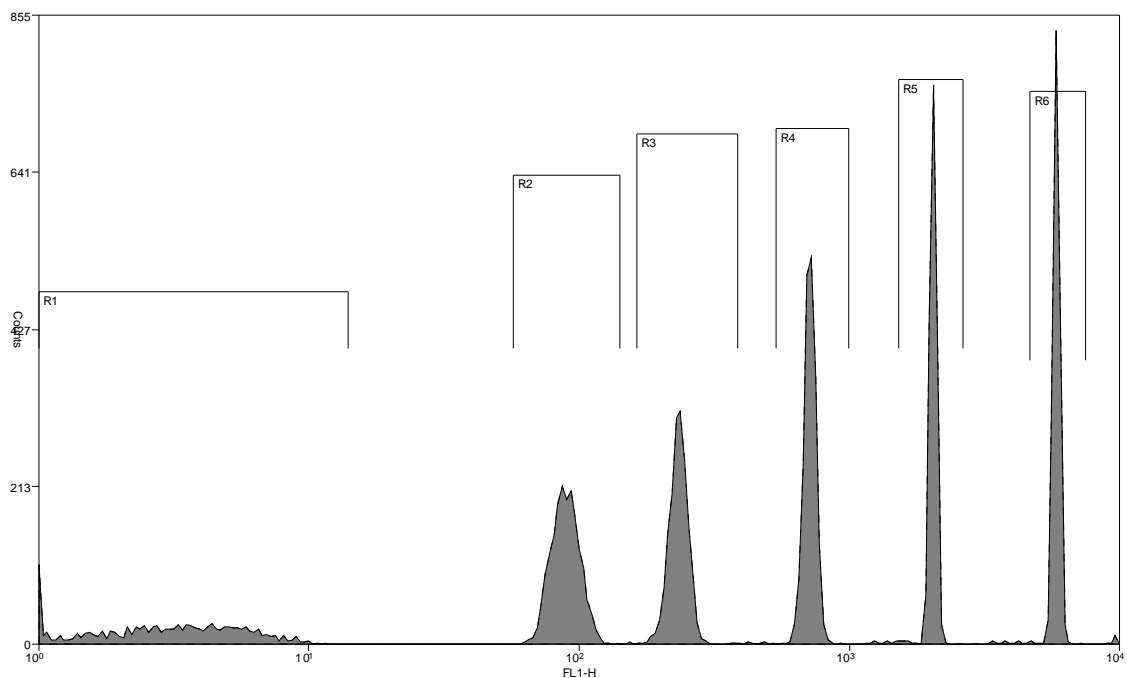

Figure 2. Histogramme des populations de perles FluoroSphères.
9. Six pics d'intensité différente de fluorescence doivent être visibles dans le canal de fluorescence d'intérêt (cf. Figure 2).
Les marqueurs ou les régions individuels sont utilisés pour définir chacune des 6 populations de perles des perles d'étalonnage (cf. Figure 2). Ces régions sont utilisées pour déterminer l'IFM de chaque population de perles.